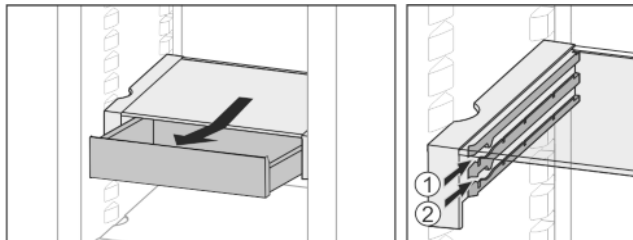

Fig. 21
- ▶ Na dowolnej wysokości Fig. 21 (1) lub Fig. 21 (2) wsunąć.